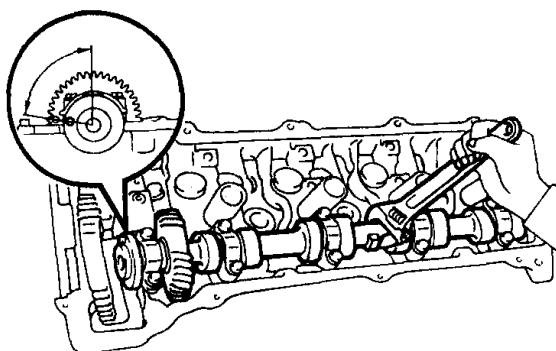

图1-1-6 转动进气凸轮轴至规定的角度
⑧拆下弹簧卡环、波形垫圈、凸轮轴副齿轮和卡环。
①见图1-1-6,转动凸轮轴,使锁销孔转至上止点前 $75^{\circ}\sim 100^{\circ}$ 的角度。
③转动螺栓 90° , 均匀地拧紧螺栓, 螺栓的油漆标记应向上。
④转动螺栓 90° , 均匀地拧紧螺栓, 螺栓的油漆标记应向后。
(2) 进、排气凸轮轴安装。
①把进气凸轮轴放到缸盖上, 使锁销孔位于图 1-1-6 所示的上止点前 $75^\circ \sim 100^\circ$ 的角度上。